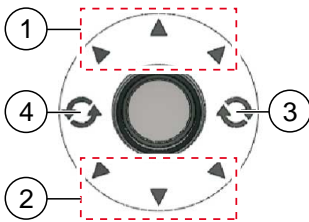

Abb. 4: Joystickfunktionen
- Vorwärts- / Rückwärts Abb. 4 (1,2)
- Drehbereiche Abb. 4 (3,4)
- In den Bereichen für Vorwärts- (1) oder Rückwärtsbewegung (2) kann der Caravan stufenlos in die gewählte Richtung bewegt werden.
- Wird der Joystick seitlich in einen Drehbereich bewegt, dreht sich der Caravan rechts (3) oder links (4) um die eigene Achse.